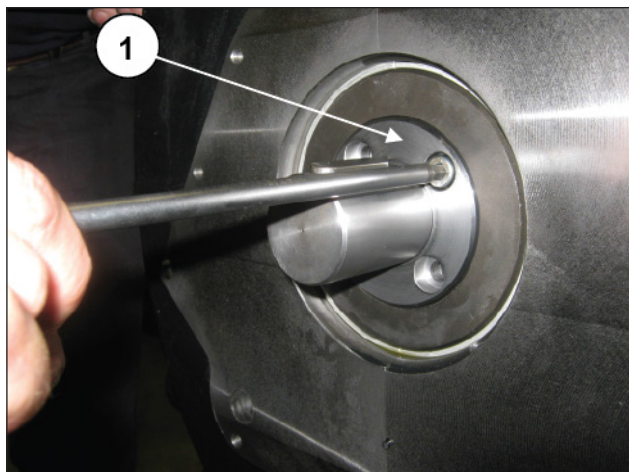

Fig. 24
Aflojar los cuatro tornillos M8 (pos. ①, Fig. 24) y desmontar el codo de control de la bomba de aceite del eje acodado.